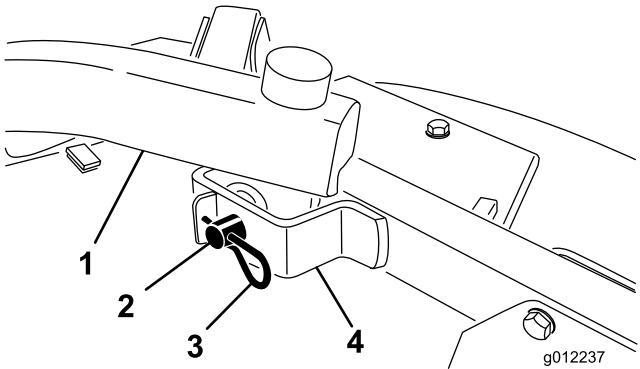

図 21
4. 昇降アームをキャスター・アーム・ブラケットに固定しているヘアピン・コッターとクレビス・ピンを外す(図 21)。